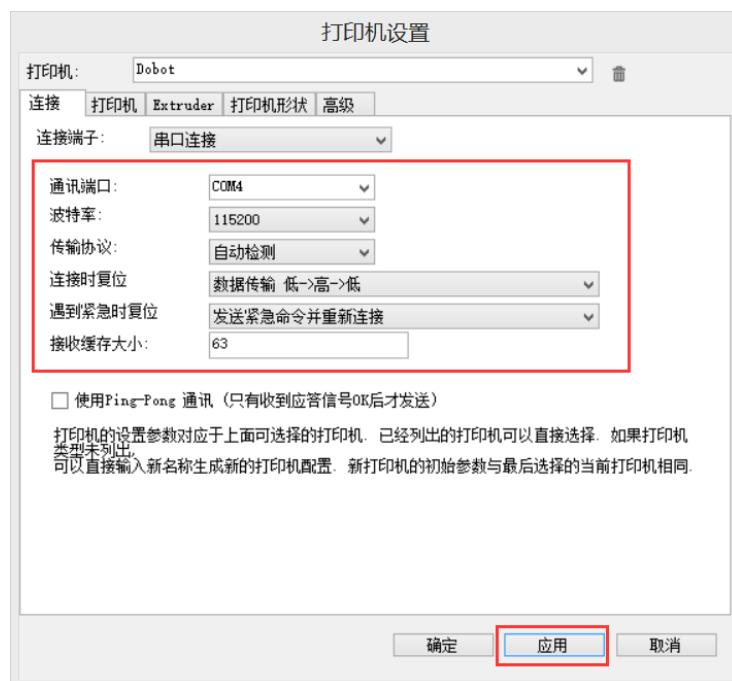

图 5.126 连接设置
2. 在“连接”页签按图 5.126红框所示设置参数，其余保持默认值即可。